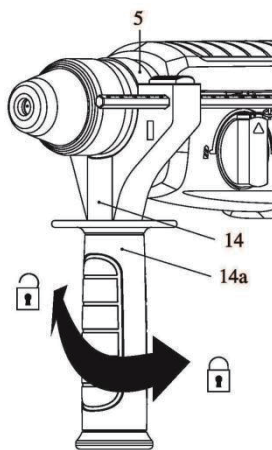

Fig. 6
- >Ajustar a pega auxiliar (14) à posição de trabalho desejada, de modo a poder segurar o produto em segurança durante o funcionamento.
- >Rodar a pega manual (14a) no sentido dos ponteiros do relógio para apertar a pinça (Fig. 6)